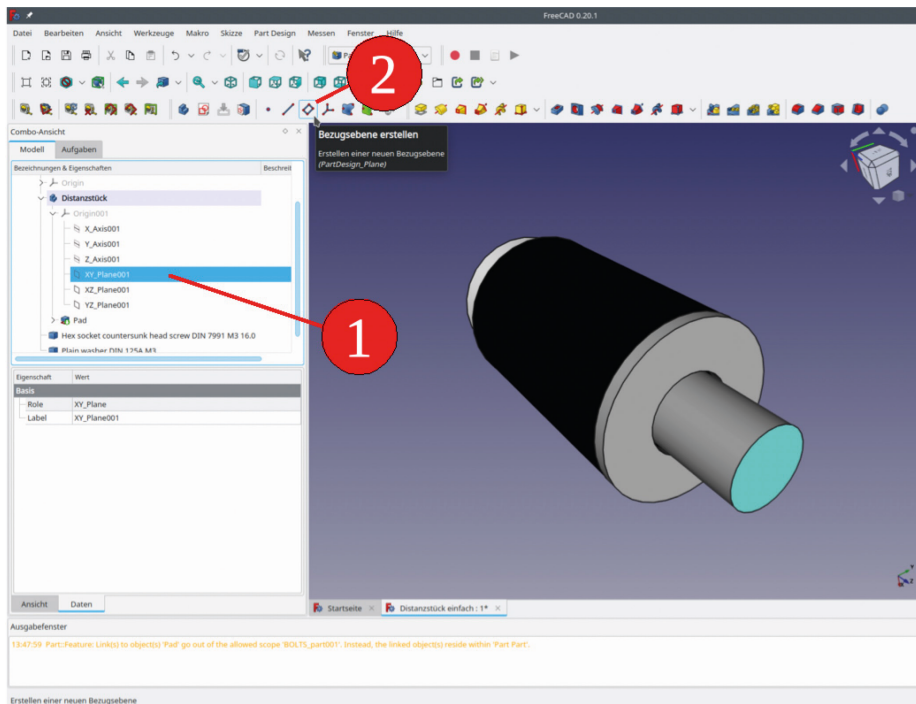
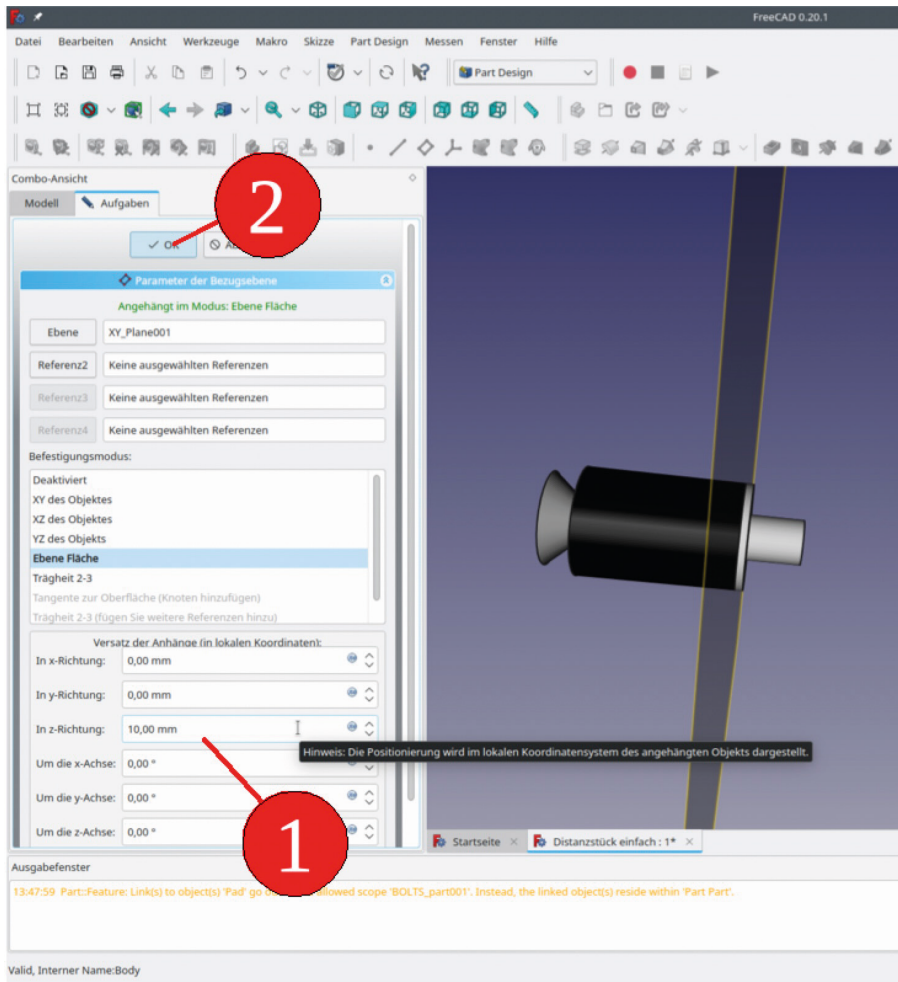

Bild 4-18
Bild 4-19
12. Um nicht wieder von generierten Facetten abzuhängen, zunächst eine Referenzebene bestimmen: Dazu den Körper "Distanzstück" durch Doppelklicken aktivieren (Titel in Fettdruck). Dann das Koordinatensystem "Origin..." erweitern und durch Anklicken die XY-Ebene darin markieren (Bild 4-18).
Durch Klicken des Menü-Icons "Bezugsebene erstellen" (Bild 4-18, Ziffer 2) öffnet sich das Aufgabenfenster, und die neue Ebene ist bereits im Modus "Ebene Fläche" an das Distanzstück angehängt (Bild 4-19). Im Panel darunter wählen wir für den Versatz in Z-Richtung 10 mm (die spätere Länge des Distanzstücks). Mit der Enter-Taste bestätigen und das Aufgabenfenster schließen.